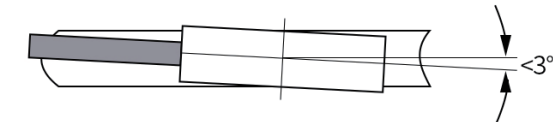

图 6：计数方向定义/安装
•读数头必须与计数方向对齐。（见图 6）
整个测量长度方向的最大偏差（见图 6）
- 观察在总行进距离中磁栅尺读数头和磁条之间的间隙是否超过容忍距离或读数头是否与磁条接触（见图 6）。
- 读数头的作用面安装未朝向磁条（见图 6）。